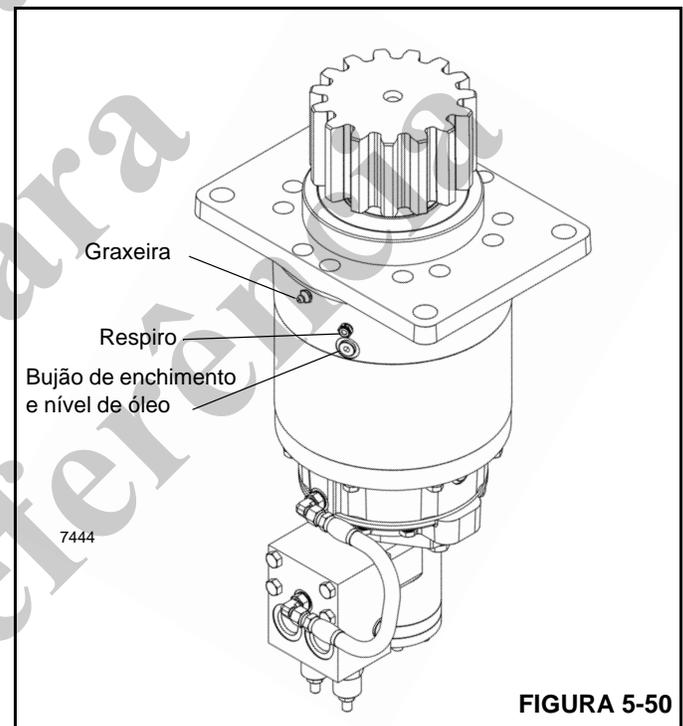

FIGURA 5-50
1. Limpe em torno do dreno da caixa de engrenagens de giro e dos bujões de inspeção e enchimento (Figura 5-50).